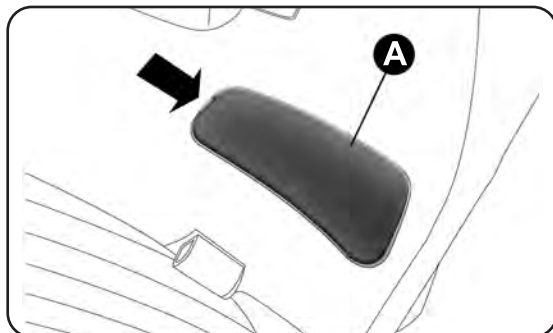

fig. 137
- apri il bagagliaio e rimuovi il coperchio A-fig. 137 agendo con un cacciavite nel punto indicato dalla freccia;
- rimonta il gruppo portalam-pade posizionandolo correttamente, avvitando prima la vite C e successivamente fissandolo mediante la linguetta di ritegno B. Rimonta poi il coperchio A-fig. 137.
AVVERTENZA Durante la rimozione del coperchio A-fig. 137, proteggi con un panno la punta del cacciavite per evitare possibili rigature.